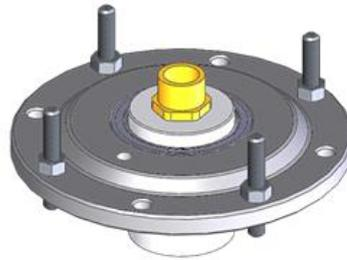

Figura 25. Adattatore filettato in ottone
- Avvitare l'adattatore filettato in ottone corretto nell'estremità dell'albero (Figura 25).